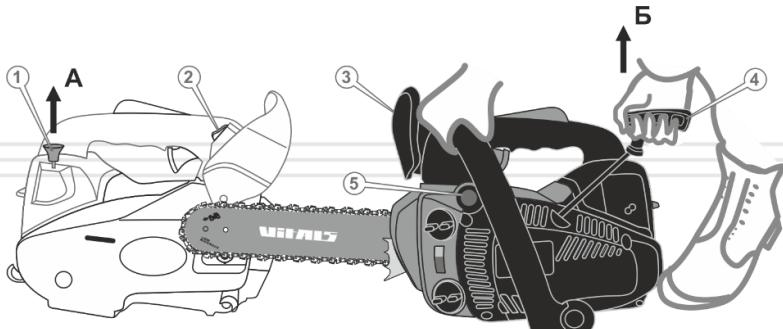
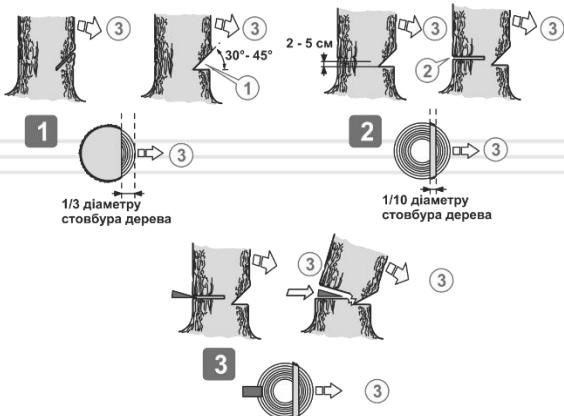

Рисунок 8. Схема запуску та зупинки двигуна
Рисунок 10. Види різу для валки дерева
4. Встановіть вимикач запалювання (2, рис.8) у положення «І».
7. Закачайте паливо в карбюратор, використовуючи ручний паливний насос "праймер". Для цього натисніть 4–10 разів на ковпачок «праймера» (5, рис.8), доки в ньому не з'явиться паливо (див. рисунок 8).
8. Потягніть до упору важіль повітряної засувки (1, рис.8) у напрямку стрілки (A, рис.10). Одночасно повітряна засувка карбюратора закріється.
9. Приведіть у дію стартер двигуна: спочатку обережно потягніть на себе рукоятку стартера (4, рис.8) у напрямку стрілки (Б, рис.8), доки не відчуєте опір. Відчувши опір, поверніть рукоятку у початкове положення, а потім енергійно потягніть на себе рукоятку стартера. Після того, як двигун почне «підхоплювати» відкрийте повітряну засувку, хоча під час натискання на важіль дроселя засувка відкривається автоматично.
4. Підготуйте шлях відходу, який повинен бути спланований з урахуванням напрямку падіння спиленого дерева (див. рисунок 10, 11).
6. Почніть пилити дерево з того боку (3, рис.10), куди воно має впасти (див. рисунок 11). Зробіть клиноподібний розпил (1, рис.10) під кутом 30–45 градусів, глибина якого приблизно дорівнює 1/3 від товщини стовбуру. Валочний розпил (2, рис.10) зробіть з протилежного боку від клиноподібного розпилу, помістивши зубчастий упор бензопили на стовбур на 2,5–5 см вище нижнього краю клиноподібного розпилу. Завершіть розпилювання тоді, коли до внутрішнього краю клиноподібного розпилу залишиться приблизно 1/10 діаметра стовбуру.